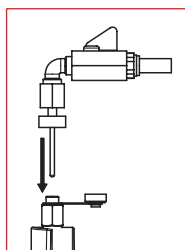

FIG.2B
- Avvitare la ghiera filettata della sonda al terminale della presa di pressione (fig. 2B).
- Si raccomanda di inserire una valvola di intercettazione (S) a monte della sonda.